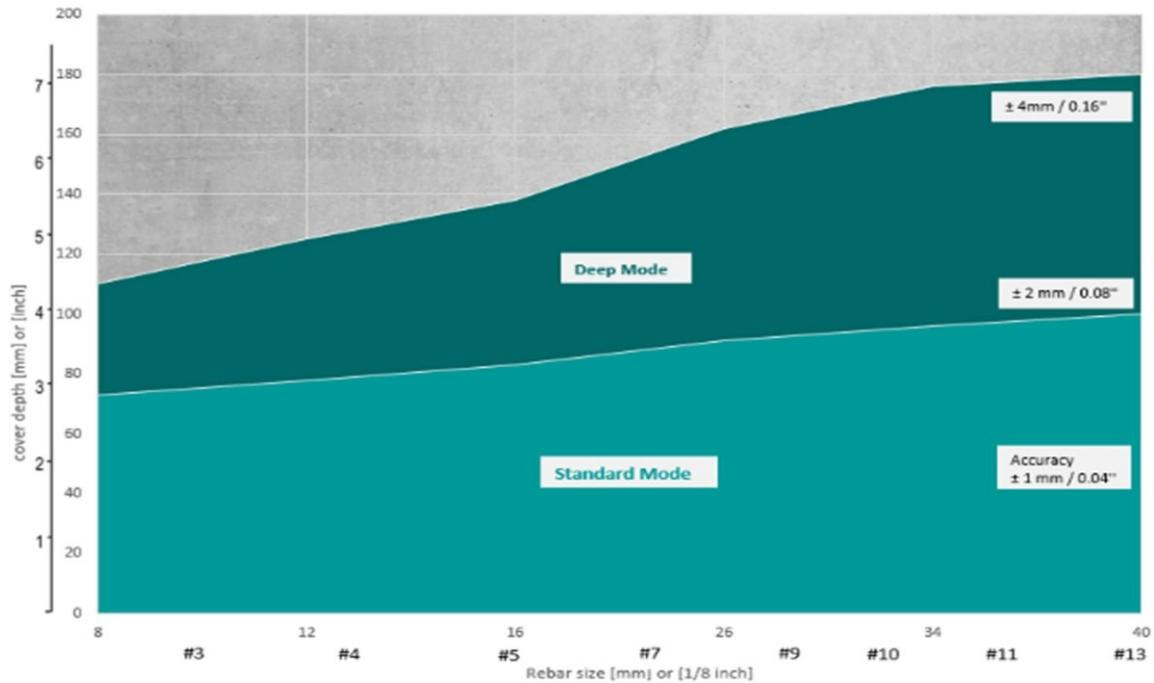

Abbildung 27: Messbereich ohne Wagen
- ❗ Im Tiefenmodus ist 180 mm die maximale Tiefe für die Erkennung. Wenn jedoch der Bewehrungsdurchmesser bekannt ist, bietet Abbildung 27 eine genauere Angabe der maximal möglichen Erkennungstiefe in Abhängigkeit vom Bewehrungsdurchmesser.
Der Grenzwert von 80 mm ist jedoch nur eine durchschnittliche Tiefenbegrenzung. Wenn der Bewehrungsdurchmesser bekannt ist, bietet Abbildung 27 eine genauere Angabe der maximal möglichen Tiefe in Abhängigkeit vom Bewehrungsdurchmesser.